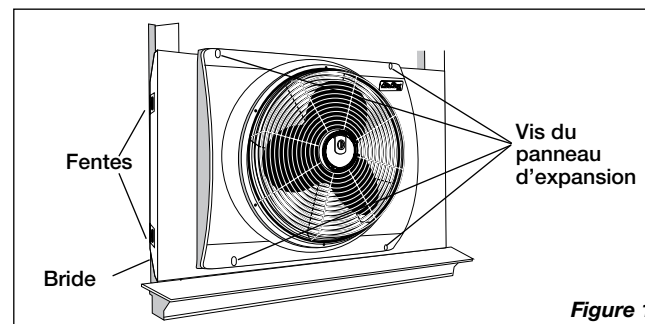

Figure 1
1. Desserrez les 4 vis du panneau d'extension et étendez les panneaux latéraux pour dégager le rebord extérieur de la boiserie de chaque côté de la fenêtre. (Figure 1)
3. Desserrez les 4 vis du panneau d'extension (Figure 1) et étendez les panneaux de chaque côté du cabinet jusqu'à ce que le ventilateur s'ajuste fermement entre les boiseries de gauche et de droite de la fenêtre.